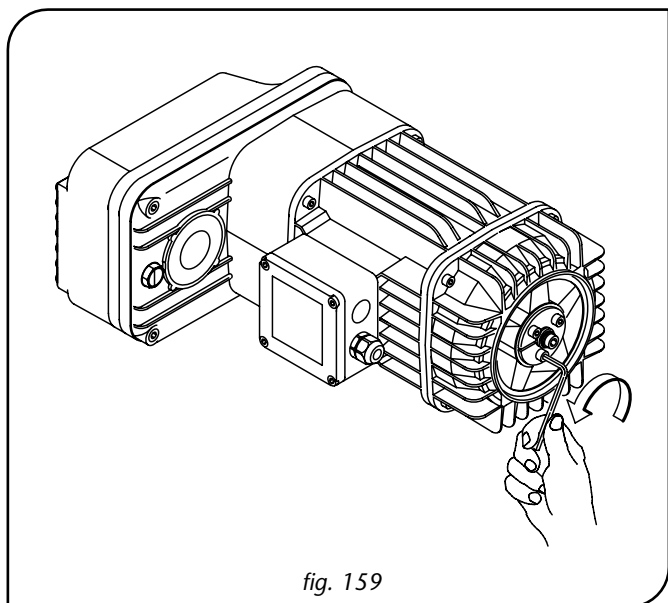

fig. 159
2. Svitare completamente le tre viti dalla ghiera di bloccaggio del ceppo freno (fig. 159).